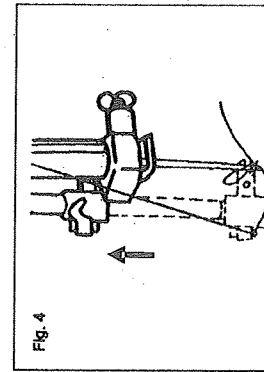

Fig. 4
4. Hold the thread and gently release the needle threader lever to let it return to the upper position, then the thread can be pulled through the eye of the needle. (Fig. 4)
4. Sostenga el hilo y suelte la palanca del enhebrador, para que vuelva hacia arriba pasando el hilo por el ojo de la aguja. (Fig. 4)